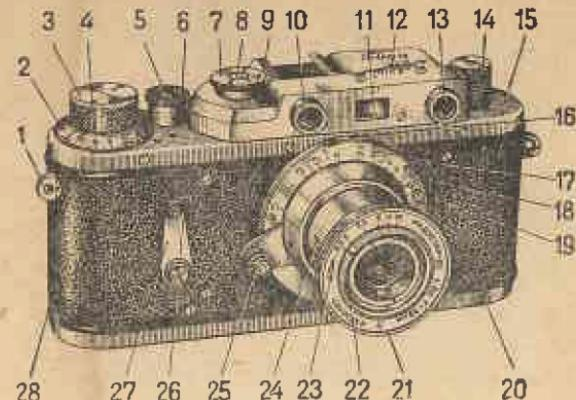

Рис. 1.
- «Индустар-50» и «Индустар-22» на рис. 1 (по внешнему виду одинаковые).